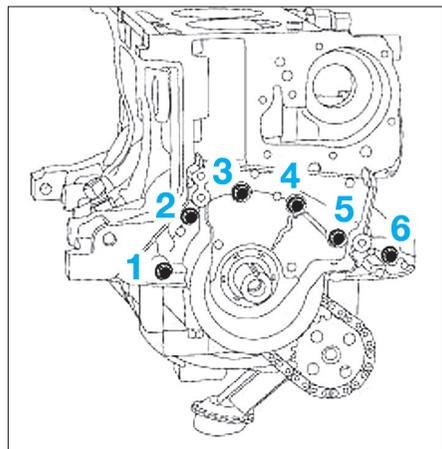

Fig. 70
- Serrer dans l'ordre et au couple de serrage prescrit, le carter de fermeture du vilebrequin (Fig.70).